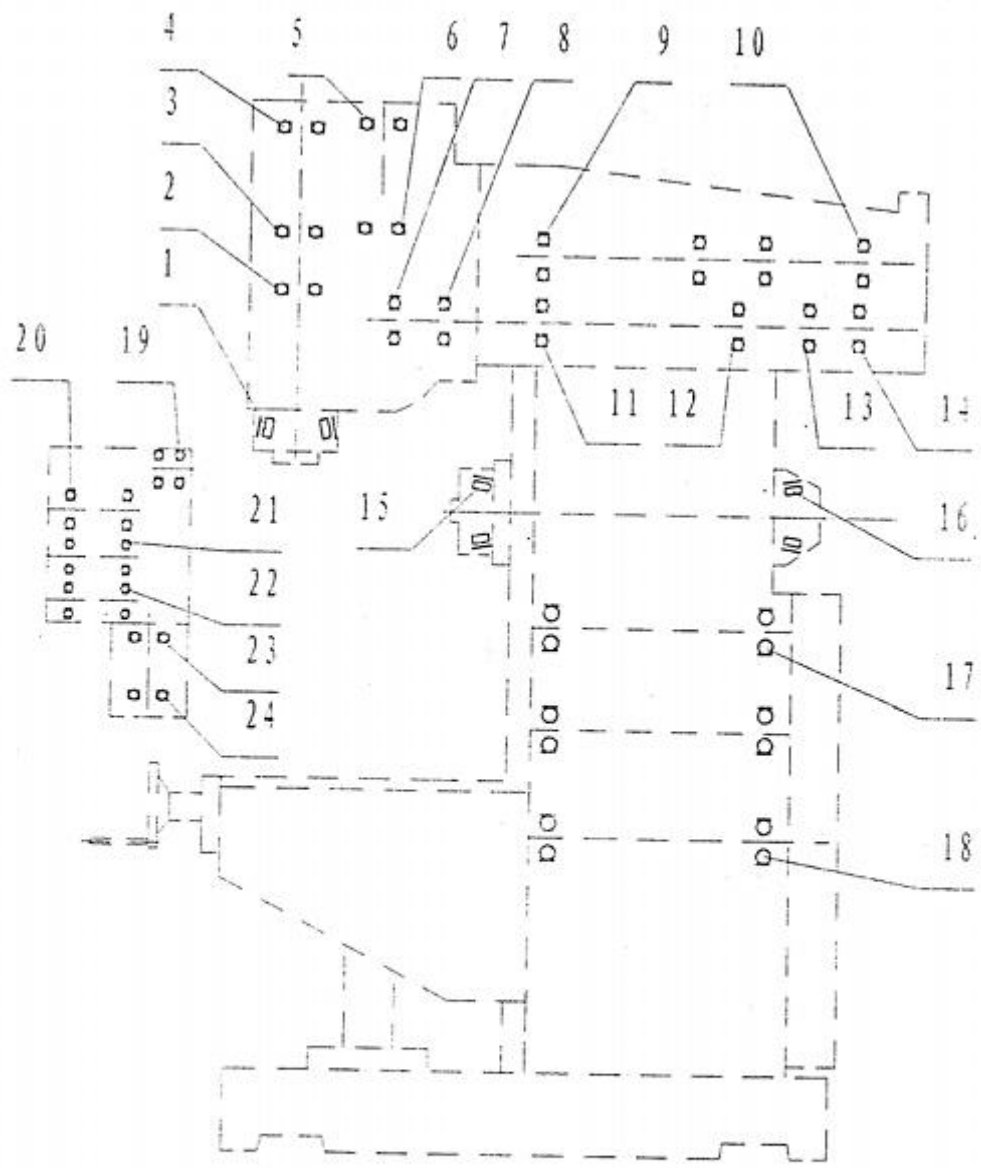

Рис. 2
**III ПОДШИПНИКИ КАЧЕНИЯ (см. Рис. 2)**